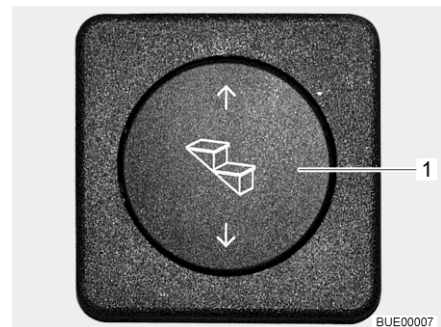

Fig. 11 Touche marchepied
- Appuyer sur le bas du bouton-poussoir basculant (Fig. 11,1) et le maintenir pressé (pendant au moins 3 secondes) jusqu'à ce que le marchepied soit entièrement sorti.
- Appuyer sur le bouton-poussoir basculant (Fig. 11,1) vers le haut jusqu'à ce que le marchepied soit entièrement ressorti.